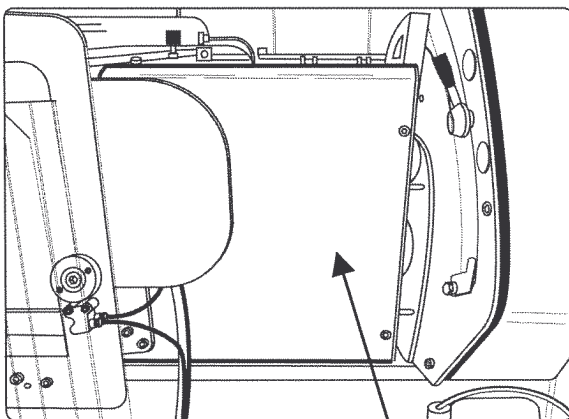
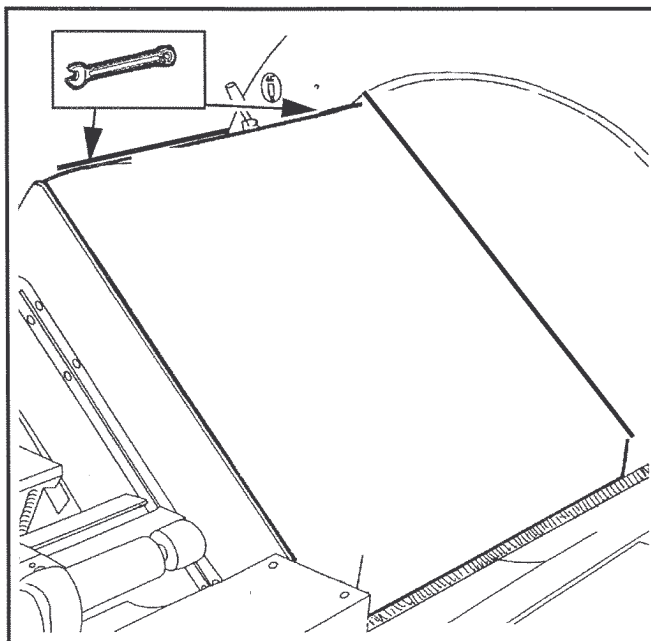

Fig. 10-03
Fig. 10-04
- 4) Servendosi di una chiave esagonale smontare il carter esterno di chiusura "C", quindi toglierlo (Fig. 10-03)
- 5) Servendosi di una chiave esagonale smontare il carter interno di chiusura, quindi toglierlo (Fig. 10-04)
Rimontare infine il carter di chiusura interno (vedi Fig. 10-04) e il carter di chiusura esterno "C" - Fig. 10-03.